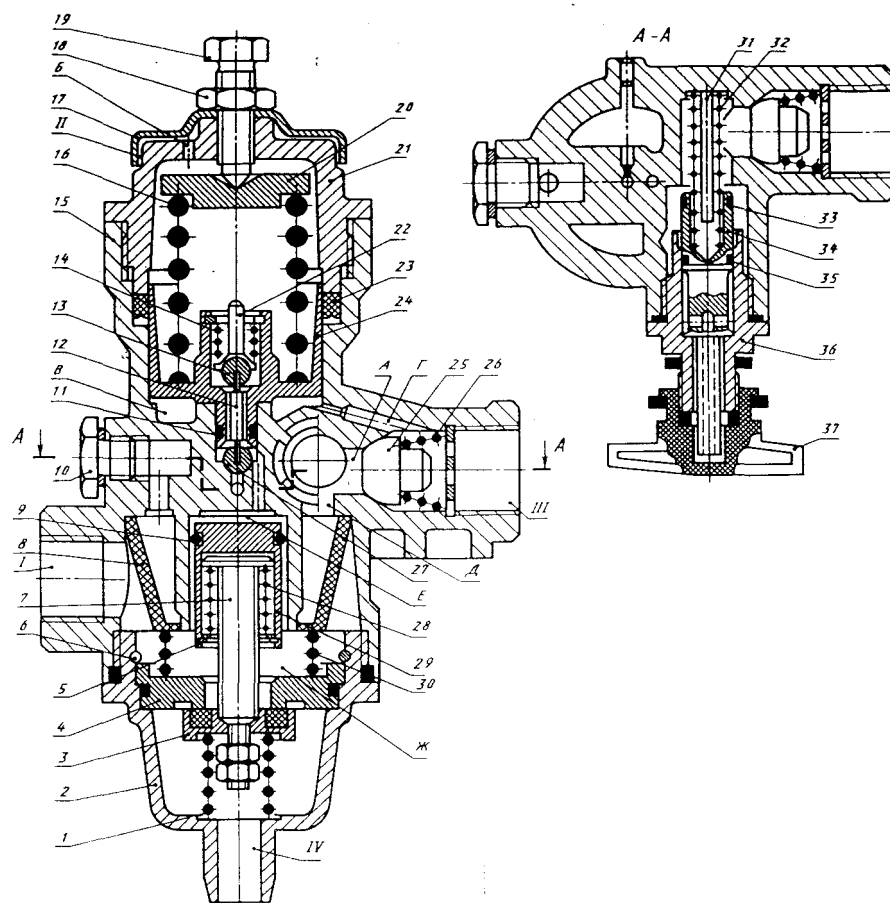

Рис. 49 Регулятор давления
1. РЕГУЛЯТОР ДАВЛЕНИЯ (рис. 49)